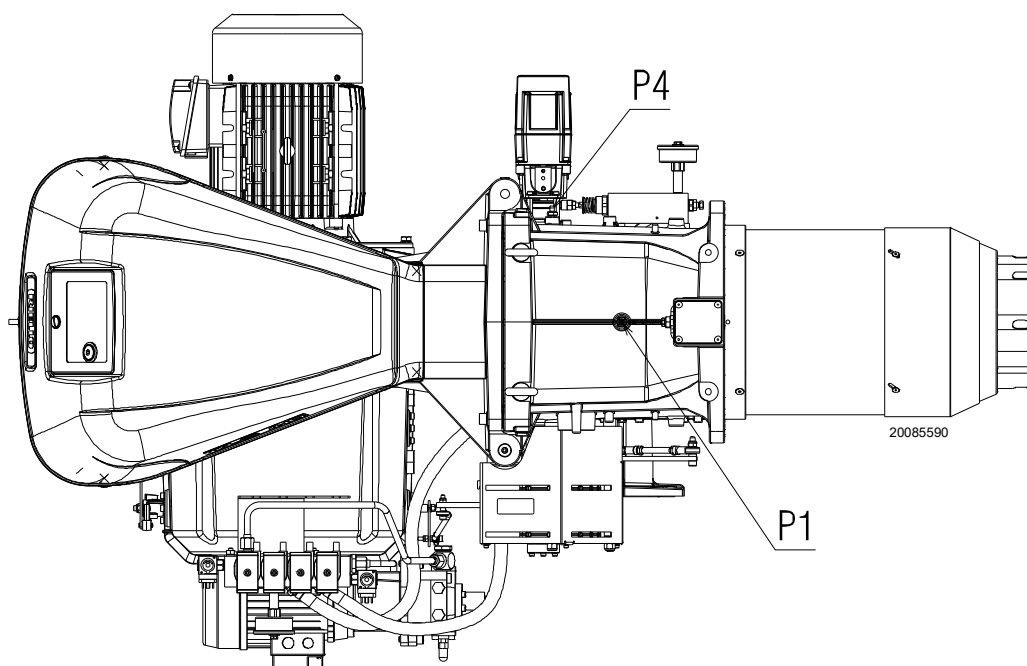

Рис. 24
Давление газа, измеренное на штуцере P1(Рис. 24), с:
- вычтите из давления газа на штуцере P1(Рис. 24) давление в камере сгорания.
Давление газа на штуцере P1)(Рис. 24) = 29,4 мбар
Для того, чтобы узнать давление газа, необходимое на штуцере P1)(Рис. 24), определив МАКС. мощность, при которой должна работать горелка:
- Посмотрите справа в столбце 1 давление на штуцере P1) (Рис. 24).
необходимое давление на штуцере P1)(Рис. 24).